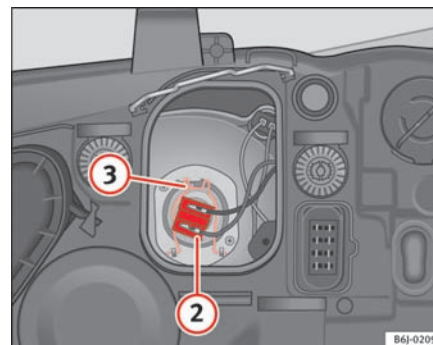

Fig. 143 Nærlys
- Træk stikket ⇒ fig. 143 ② af pæren.
- Tag fjederen ⇒ fig. 143 ③ af ved at trykke den ind og dreje mod højre.